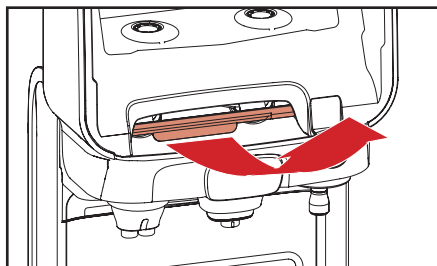

Fig. 5.5 - Trek aan rode hendel
3. Trek aan de rode hendel op het uitgiftegedeelte te openen (fig. 5.5).
- a. Trek aan de rode hendel op het uitgiftegedeelte te openen (fig. 5.5).